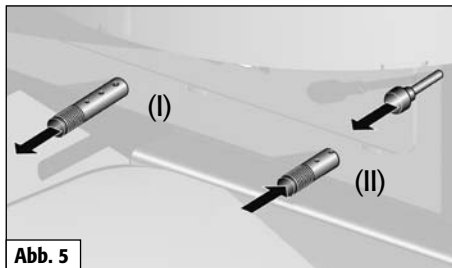

Abb. 5
Sekundärluft einstellen.	Sekundärluftschieber (II) auf Markierung 2. (s. Abb. 5)